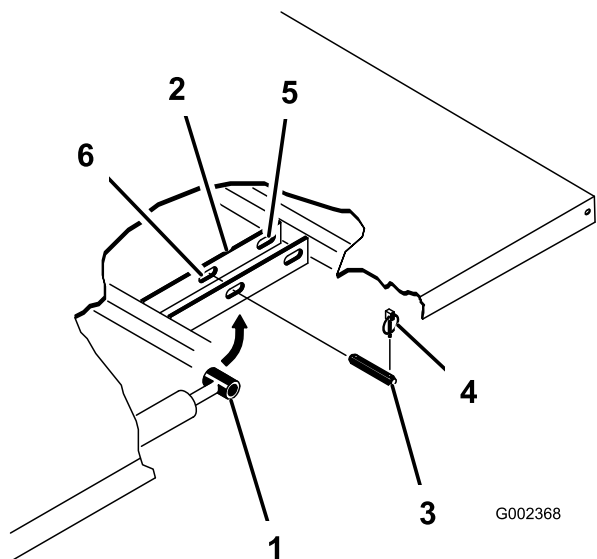

Figura 33
3. Retire os pinos de sujeição das extremidades exteriores dos pinos de forquilha da haste do cilindro (Figura 33).
4. Retire os passadores de forquilha que prendem as extremidades da haste do cilindro nas placas de montagem da plataforma, empurrando os passadores para dentro (Figura 33).
5. Retire os pinos de sujeição e os passadores de forquilha que prendem os apoios articulados nos canais do chassis (Figura 33).